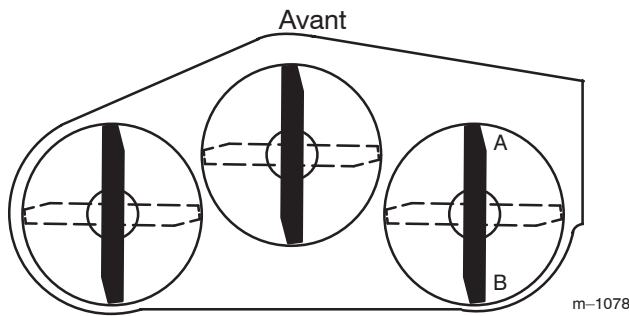
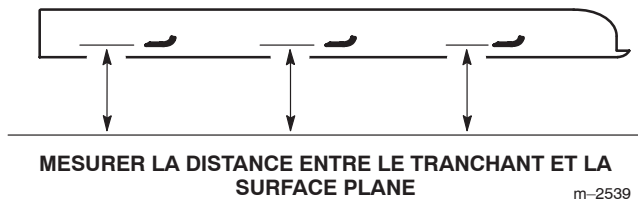

Figure 53
Figure 54
1. Tournez la lame **droite** dans le sens longitudinal (Fig. 53).
2. Mesurez la distance au point A (Fig. 53) entre la surface plane et le tranchant de la pointe de la lame droite (Fig. 54).
4. Mesurez la distance au point B (Fig. 53) entre la surface plane et le tranchant de la pointe de la lame droite (Fig. 54).
6. La lame doit être **plus basse de 6 à 10 mm (1/4 à 3/8 pouce) au point A qu'au point B** (Fig. 53). Si ce n'est pas le cas, passez aux étapes suivantes.